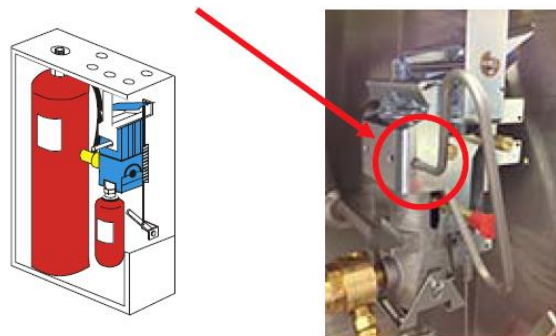

Bild 1. Låsnyckel installerad på utlösningmekanism
- Skruva bort locket från utlösningsskåpet. Placera låsnyckeln enligt bild 1.
- Känn efter att låsspärren sitter löst. Uppspänningsaxeln, (med röd plasthatt), skall sitta upphakad i utlösningssbygel. Se bild 1, nedre kant.